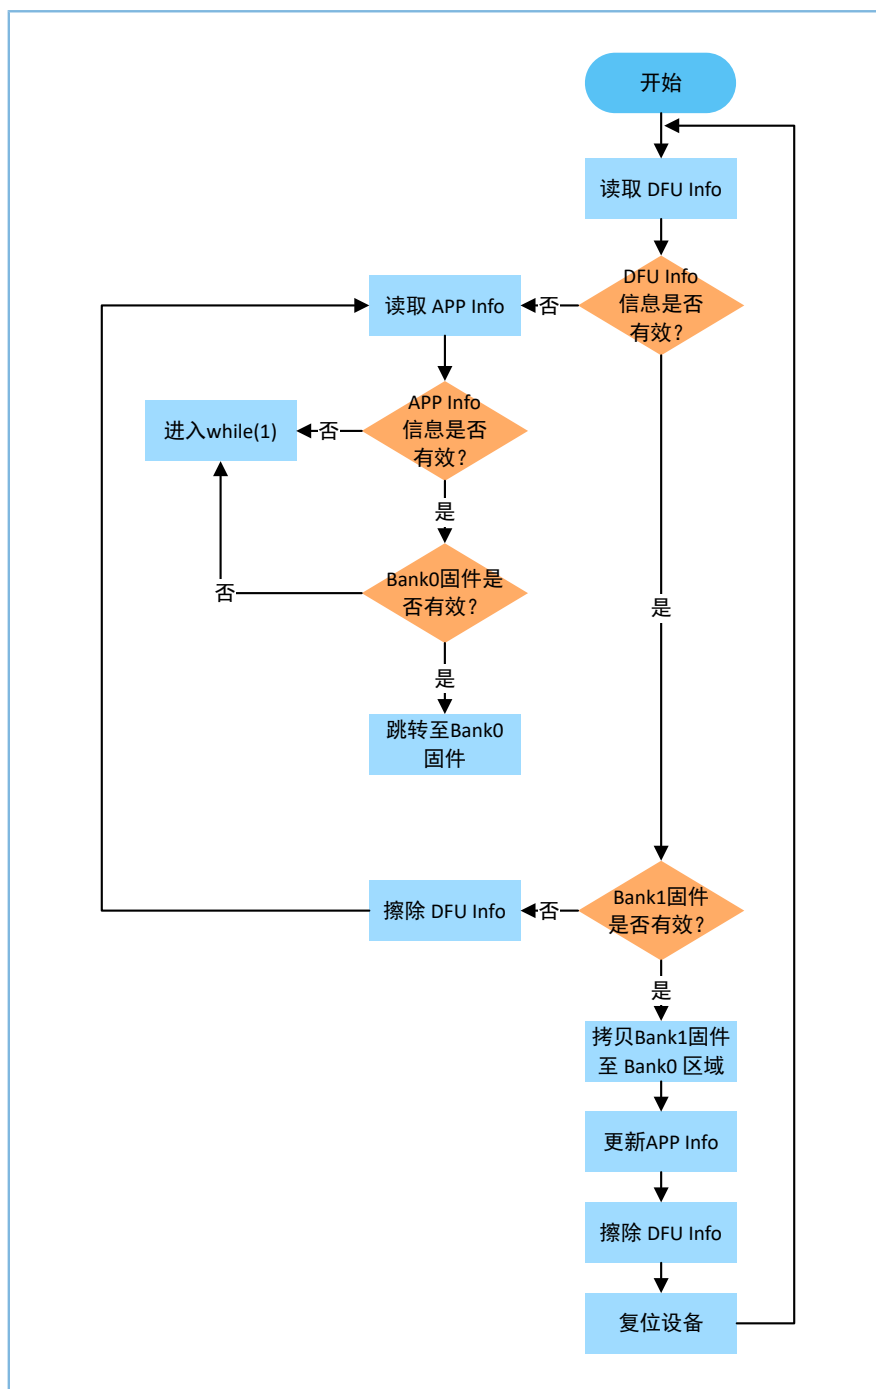

图 2-3 App bootloader启动流程
5. 复位后运行App bootloader固件，然后按图 2-3 的启动流程运行。
设备复位后，App bootloader固件会根据Bank0应用程序更新的DFU Info完成固件拷贝及校验，最后跳转至应用固件运行，详细启动流程如图 2-3所示。